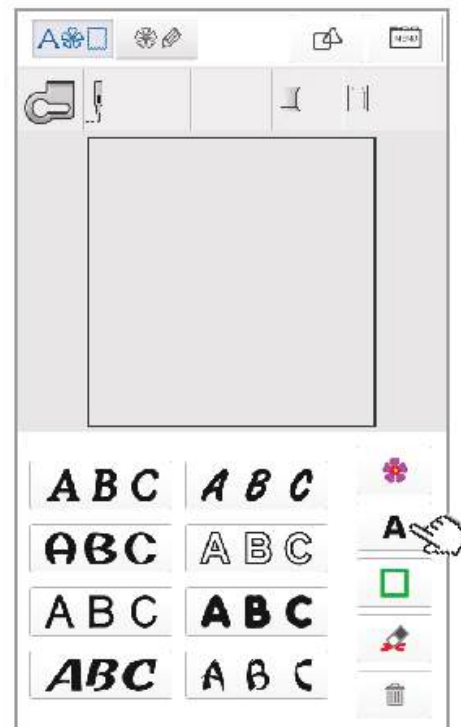

Figura 9
1. Haga clic en "A" para ingresar a la interfaz de selección de fuentes en la Figura 9.